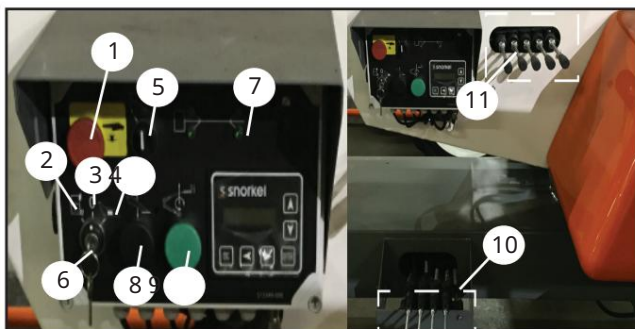

Figura 12 – Stația de control inferioară
1. Răsuciți și trageți spre exterior butonul de oprire de urgență (consultați Figura 12).
1. Țineți apăsat butonul de ridicare/coborâre a stabilizatorului (consultați Figura 12).
1. De la comenzile inferioare, răsuciți și trageți spre exterior butonul de oprire de urgență (consultați Figura 12).